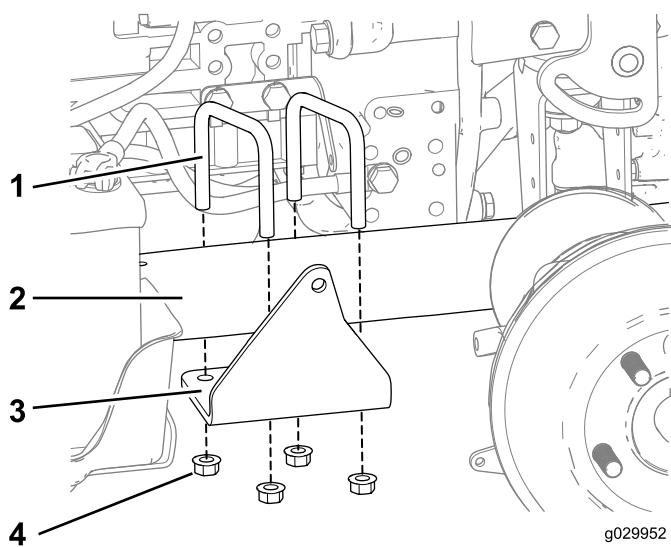

Figura 7
1. Aperte as quatro porcas flangeadas que fixam o suporte de montagem à estrutura (Figura 7).